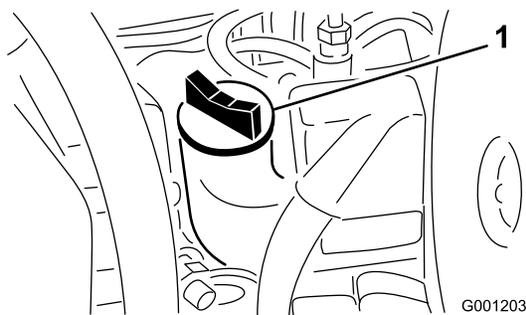

図 49
- 不足している場合は、キャップ 図 49 を取り、Full 位置までオイルを補給する。入れすぎないこと。